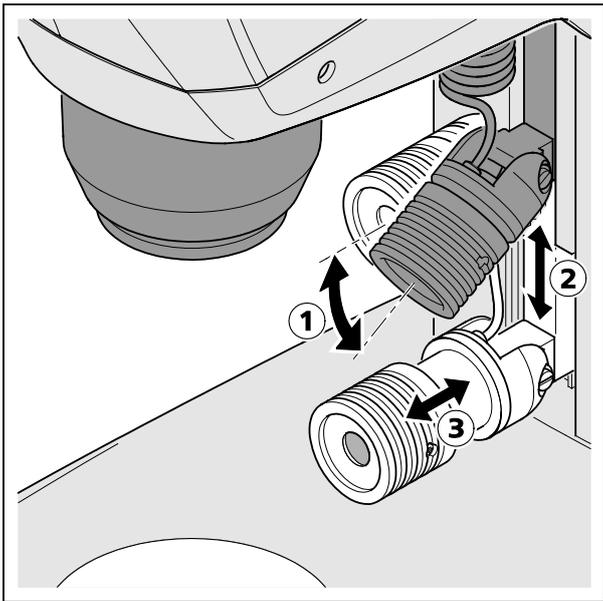

図 15 スポットライトの調整
- ガイドに挿入したスポットライトを希望の高さ（図 15/2）にスライドさせます。
- スポットライトのジョイントを使って、対象が最適に照らされるように角度（図 15/1）を調節します。
- フォーカシングユニット（図 15/3）軸方向にスライドさせることにより、スポットの大きさと明るさを調整します（照明ズーム）。